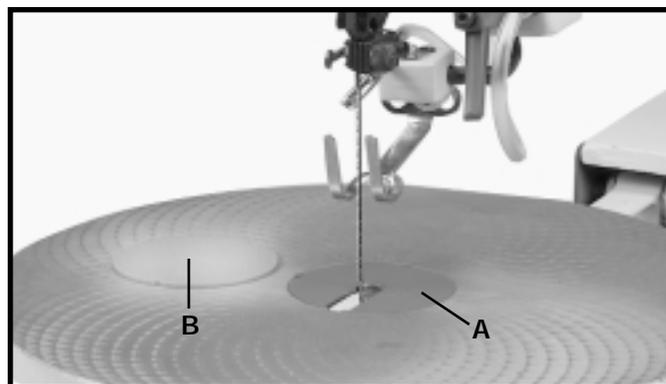

Fig. 21
Un passe-lame vierge (B) fig. 21, est fourni avec l'équipement de série de la scie à chantourner et s'utilise lors de la coupe de pièces très petites pour donner un support supplémentaire au-dessous de la pièce à scier. Coupez simplement une fente dans le passe-lame (B) et posez-le à la place du passe-lame (A). La coupe dans le passe-lame (B) sera aussi large que la lame et offrira ainsi un appui maximum au-dessous de la pièce.